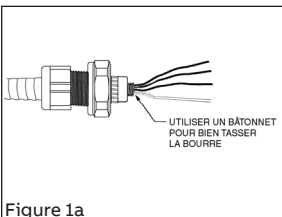

Figure 1a
- 1a Bien tasser la fibre de bourrage dans tous les espaces entre les conducteurs et le corps. Séparer les brins du conducteur de terre non isolé au besoin (Figure 1a).